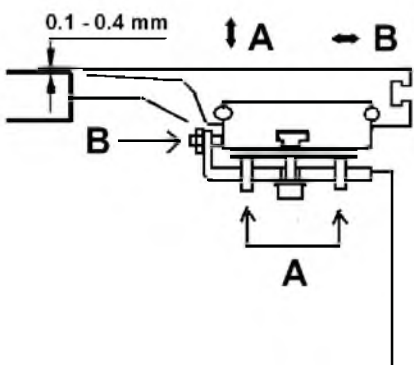

Рис. 9
- Каретка должна быть выровнена параллельно поверхности стола и быть 0,1 - 0,4 мм выше, чем стол. Используйте поверочную планку для проверки (рис. 9).